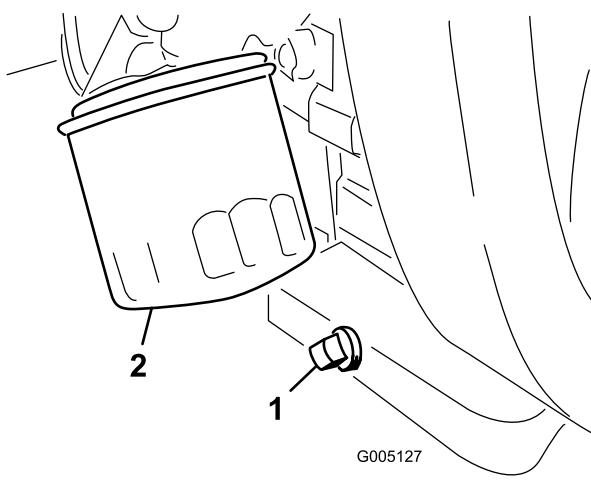

Bild 34
1. Entfernen Sie die Ablassschraube (Bild 34) und lassen das Öl in ein Auffanggefäß ab. Schrauben Sie die Ablassschraube wieder ein, nachdem das Öl abgelaufen ist.
2. Entfernen Sie den Ölfilter (Bild 34). Ölen Sie die neue Dichtung am Ölfilter leicht mit frischem Öl ein.